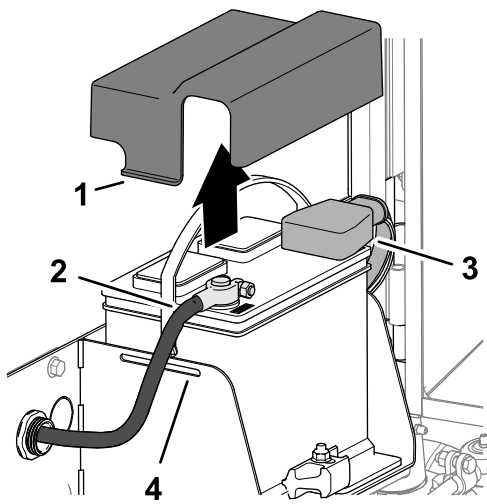

Bild 100
3. Drücken Sie die Seite der Batterieabdeckung zusammen und entfernen Sie die Abdeckung von Batteriefach (Bild 100).